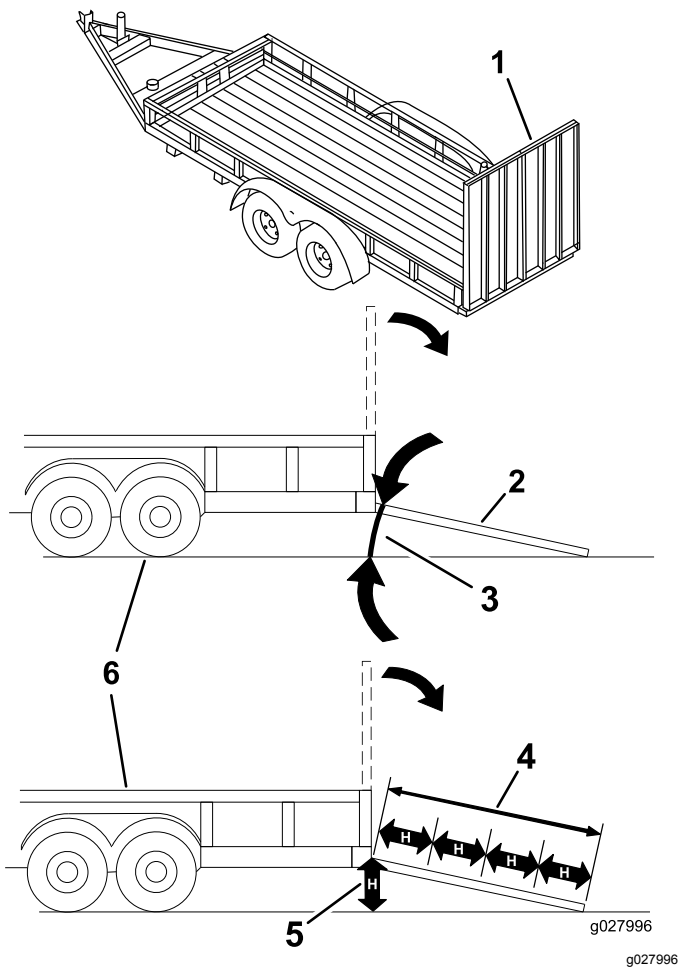

Figura 43
El cargar la máquina en un remolque o un camión aumenta la posibilidad de un vuelco y podría causar lesiones graves o la muerte (Figura 43).
1. Baje la rampa, asegurándose de que el ángulo entre la rampa y el suelo no supera los 15 grados (Figura 43).